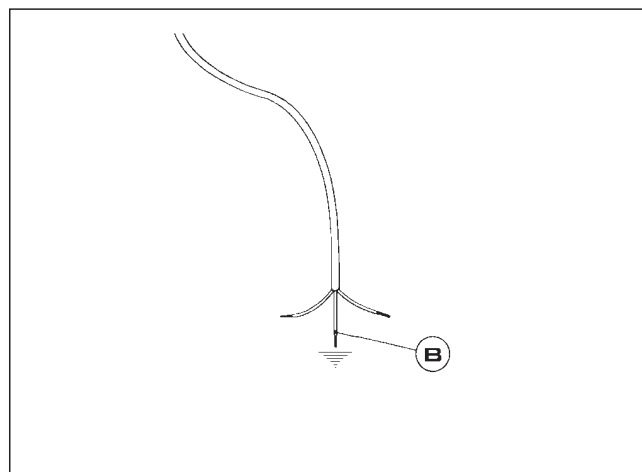

FIG. 14
En caso de sustitución del cable de alimentación, el instalador debe mantener el cable de tierra (B) más largo que los cables de fase (véase fig. 14) y además debe respetar las advertencias indicadas en el párrafo 8.